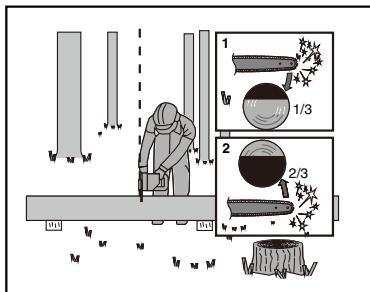

Figura 5
Dacă bușteanul se sprijină pe ambele capete, vezi figura 5, tăiați de sus 1/3 din diametru (1). Finalizați debitarea printr-o tăiere de jos în sus a diametrului rămas (cele 2/3 rămase) (1), având grijă să întăriți tăietura de sus.